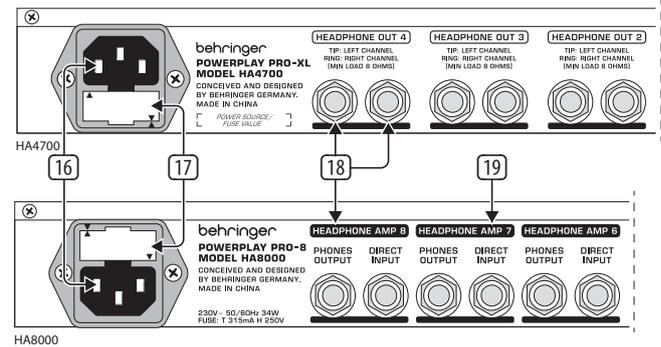

図 2.3: 電源接続、ヒューズホルダー、ヘッドフォン出力端子類
- DIRECT IN** 入力端子は外部音源の入力に使用します。HA4700 ではこの DIRECT IN から入る信号は MAIN 信号と同じです。HA8000 はチャンネルごとにそれぞれ独立した DIRECT IN 入力端子を備えています (19) (図 2.3 参照)。このモデルにおいては、入力端子が使用されている場合は MAIN 信号は自動的に中断されます。